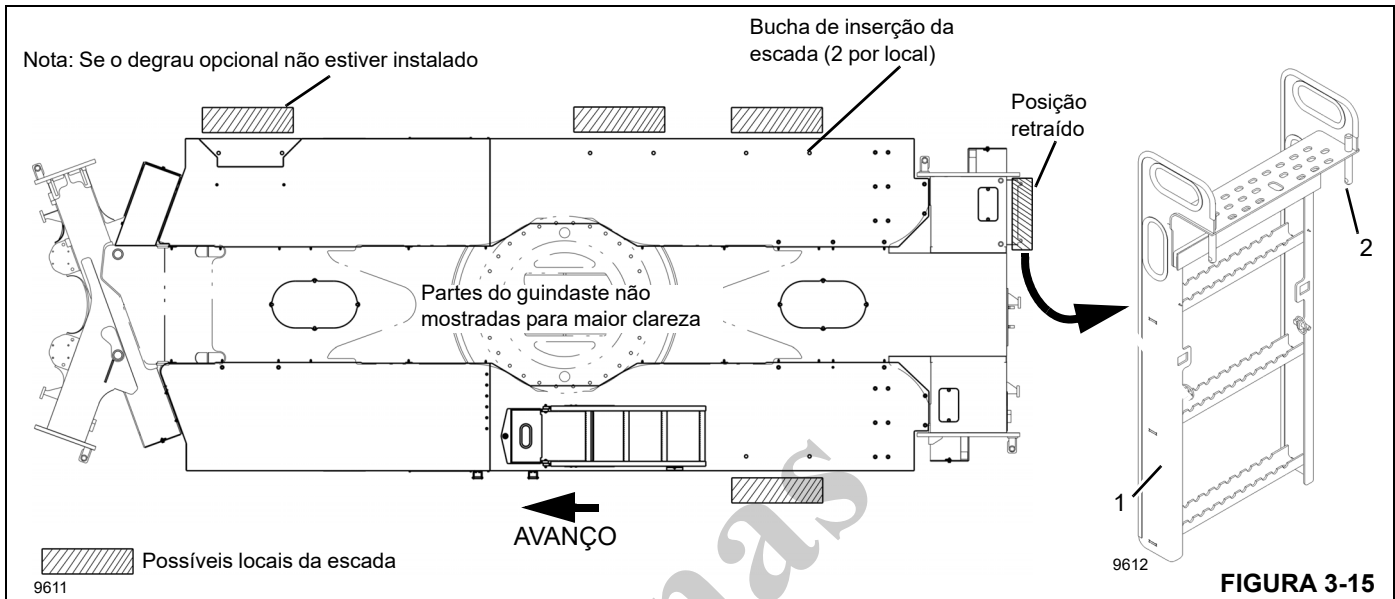
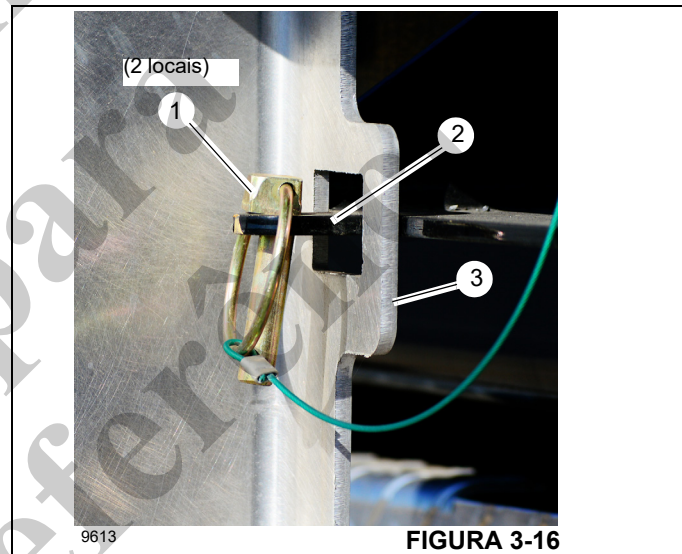

FIGURA 3-15
FIGURA 3-16
Utilize a escada móvel (1, Figura 3-15) retraída no para-choque traseiro direito para acessar diferentes áreas do tabuleiro. Na posição retraída, utilize a escada para acessar a parte traseira do guindaste e o tanque hidráulico e a área do guincho da superestrutura.
A escada móvel (1) também pode ser utilizada para acessar diferentes locais no tabuleiro a partir dos lados direito e esquerdo do guindaste. A Figura 3-15 mostra os locais possíveis. A escada deve ser retraída na posição do para-choque traseiro e fixada ao para-choque com chavetas antes do transporte.
1. Remova as chavetas (1, Figura 3-16) dos suportes (2).
2. Utilizando as alavancas, eleve a escada de modo que os pinos da escada (2, Figura 3-15) sejam removidos dos furos do para-choque traseiro.
1. Selecione o local para instalar a escada. Consulte a Figura 3-15 para ver os locais.
1. Eleve e remova os pinos da escada (2, Figura 3-15) das buchas no tabuleiro.
2. Eleve a escada e instale os pinos da escada (2) nas buchas na parte superior do para-choque traseiro.
3. Instale as chavetas (1, Figura 3-16) nos suportes (2) para fixar a escada (3) ao para-choque traseiro.